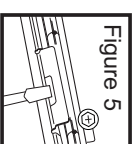

Figure 5
Step 2. Slide fixture along bar hangers into desired location. Use locking screws or slot to secure (Fig. 5).
Paso 2. Resbale el accesorio a lo largo de la barra de suspensión en la localización deseada. Utilice los tornillos o la ranura de fijación para asegurar (Fig. 5).